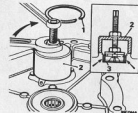

Abb. F.23
45. Laufing (Pfeil) mit Werkzeug 18G 617A abheben, Abb. F.23.
49. Einzelteil des Werkzeugs 18G 617A verwenden um Laufing des Antriebswellenlagers in das Schwerganggehäuse einzutreiben, Abb. F.23.